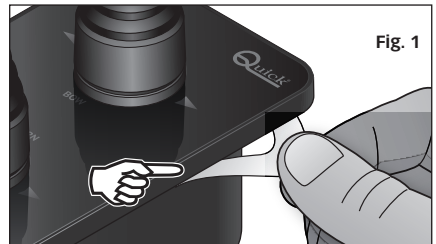

Fig. 1
- (Fig. 1) Retirer le papier de protection du joint adhésif, en évitant de toucher la partie adhésive avec les doigts.